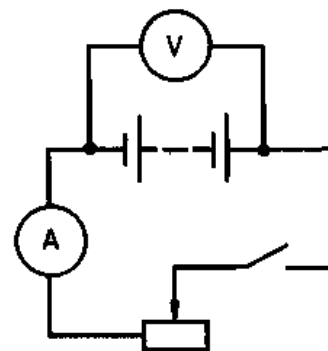

Рис. 1. Схема
1. Составить электрическую цепь по схеме (рис. 1).